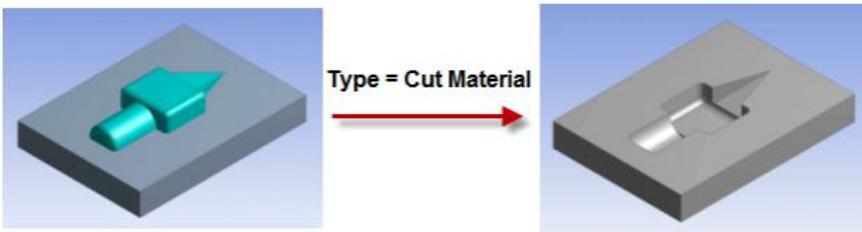

Рис. 3.35
- *Cut Material* – удаление объема выбранного тела. При выборе этого параметра команда *Body Operation* работает аналогично простейшим командам моделирования (*Extrude*, *Rotate* и т.п.) и удаляет материал в объеме выбранного тела. Данный параметр доступен только тогда, когда имеются активные (не зафиксированные) тела. По умолчанию исходное тело удаляется (опция *Preserve Bodies?* имеет значение *No*). Пример использования команды *Body Operation* в режиме *Cut Material* показан на рис. 3.35.